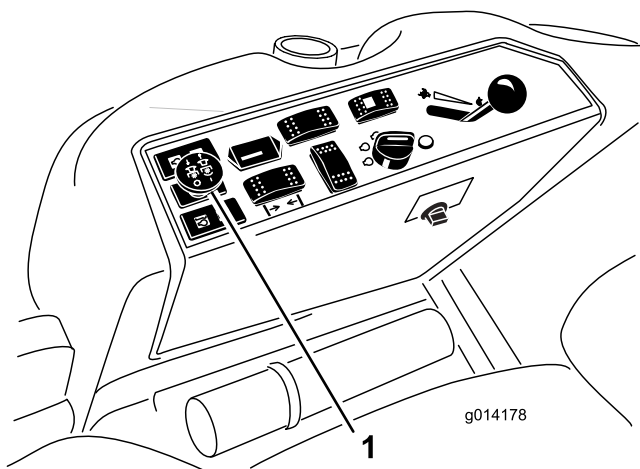

Рисунок 23
3. Чтобы включить механизм отбора мощности, потяните вверх переключатель PTO (Рисунок 23).